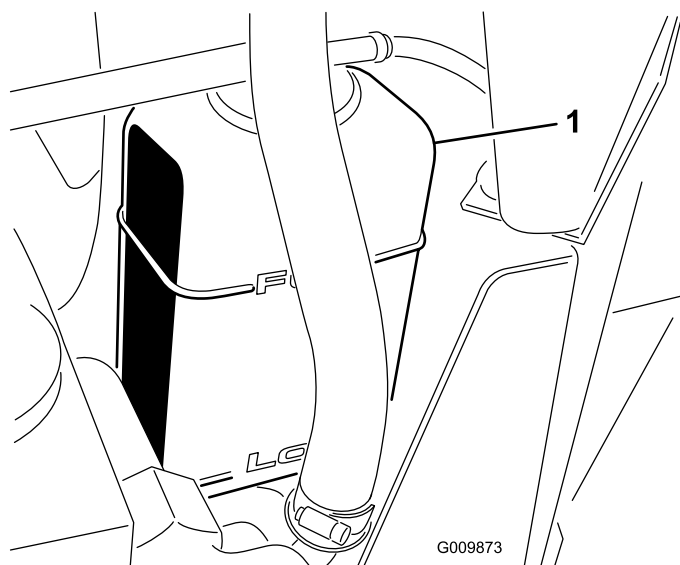

図 28
2. ラジエーター本体と補助タンクのの液量の点検を行う（図 28）。